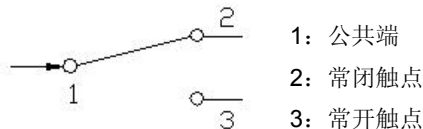

图 8
1. 开关示意图如图 8 所示。打开上盖即可看到。其原理图如下：
- 需要的压力/压差可通过设定旋钮上的刻度盘(图 8 中 A)获得。仅需要用一字螺丝刀旋转刻度盘到指针所示位置即可，旋转刻度盘时，螺丝刀要垂直刻度盘，轻力缓慢旋转调整刻度盘，防止操作不当引起的刻度盘松脱。
- 按需要将连接电线接入螺丝端子或旗型端子 1, 2 或 3(接线端子形式根据选型，如上图 8)。